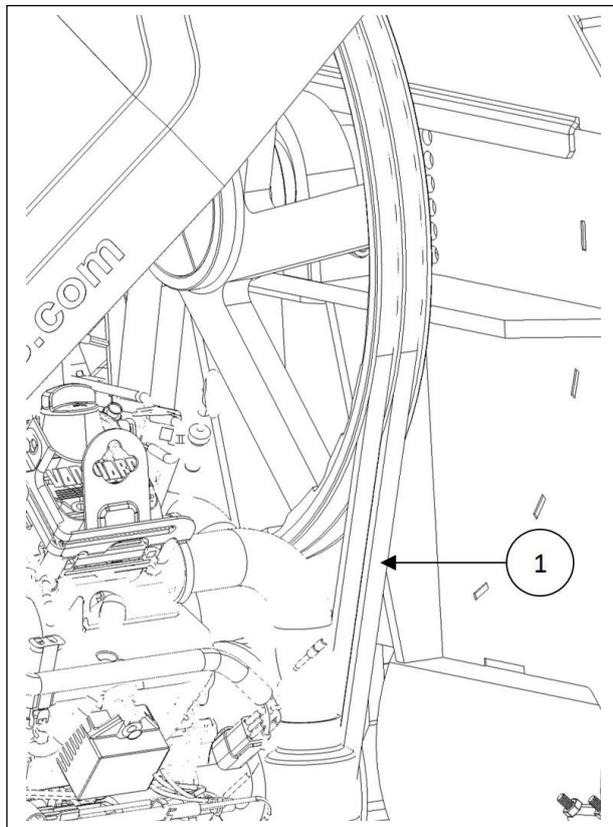

Abbildung 14
Alle Antriebsriemen befinden sich unter der Motorabdeckung, siehe Abb. 10. Prüfen Sie die Spannung an den mit den Pfeilen dargestellten Positionen, siehe Abb. 14.
2. Drehen Sie die Einstellmutter oder -schraube und spannen Sie den Riemen, bis eine Spannung von 4,5 kg die längste Spanne in der Mitte um 6 mm ablenkt (siehe Abbildung 14). Kann durch festes Greifen des Riemens zwischen Finger und Daumen und durch Verdrehen angeglichen werden. Der Riemen sollte sich um nicht mehr als 90° drehen können.